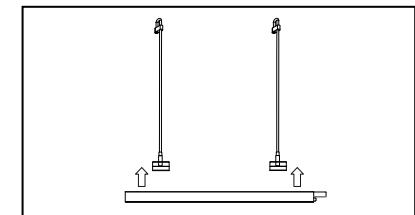

Рис. 2
- 5.11 Защелкните осветительный прибор в скобы, которые входят в комплект поставки, выровняйте положение осветительного прибора по горизонтали и отрегулируйте длину тросиков (рис. 2).